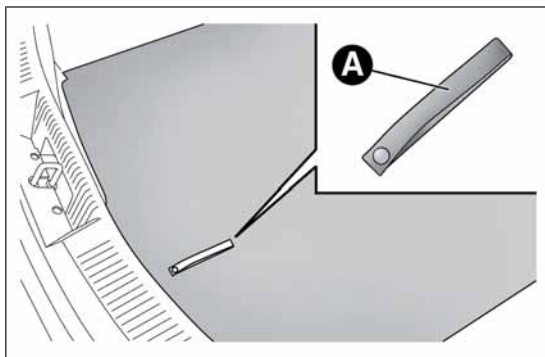

РИС. 115
- откройте багажник, потяните за ремешок А РИС. 115и поднимите коврик обшивки;
- откройте багажник, потяните за ремешок А РИС. 115 и поднимите коврик обшивки;